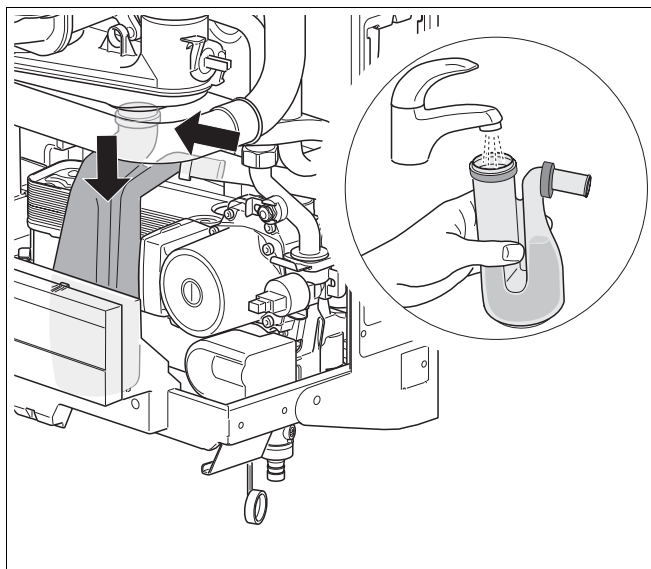

Abb. 31 Siphon mit Wasser füllen
- Siphon (Abb. 31) mit Wasser füllen.